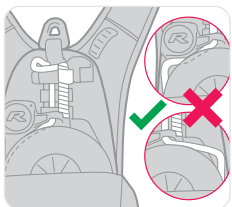

Figure 6
- Examinez la corde de descente pour vérifier l'absence de « jeu » entre le tambour et la crémaillère (voir Figure 6). Si la corde a du jeu, vous devez mettre le MSA PRD hors service et consulter MSA ou un représentant agréé.